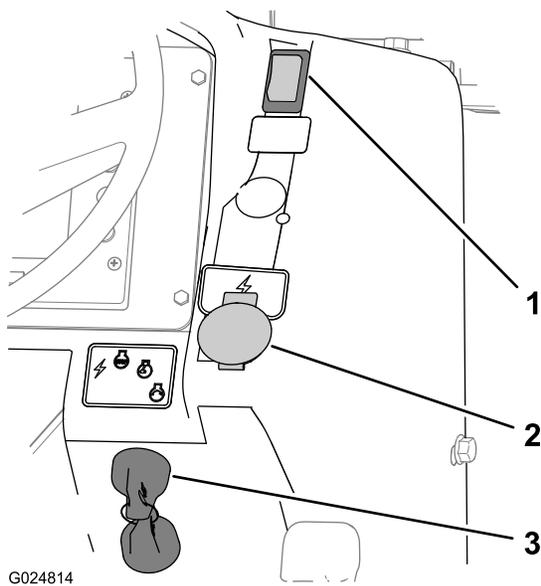

Figure 11
- Serrez le frein de stationnement en appuyant sur le bas de l'interrupteur de commande (Figure 11).
Utilisez le commutateur d'allumage pour mettre les accessoires électriques sous tension, ainsi que pour démarrer et arrêter le moteur de la machine (Figure 11). Le commutateur d'allumage comprend les 4 positions suivantes :